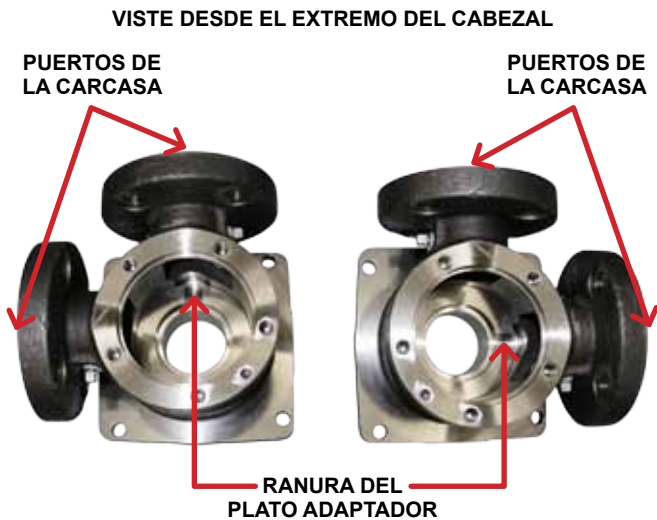

FIGURA 11
2. Coloque el plato adaptador de forma que la ranura de éste se alinee con la ranura del diámetro interior de la carcasa, consulte la **Figura 11**, página 8. Deslice cuidadosamente el plato adaptador hacia el lado de soporte de la carcasa. Tenga cuidado para evitar cortar la junta tórica con el borde del plato adaptador o la carcasa. Fije en posición apretando los ocho tornillos prisioneros.